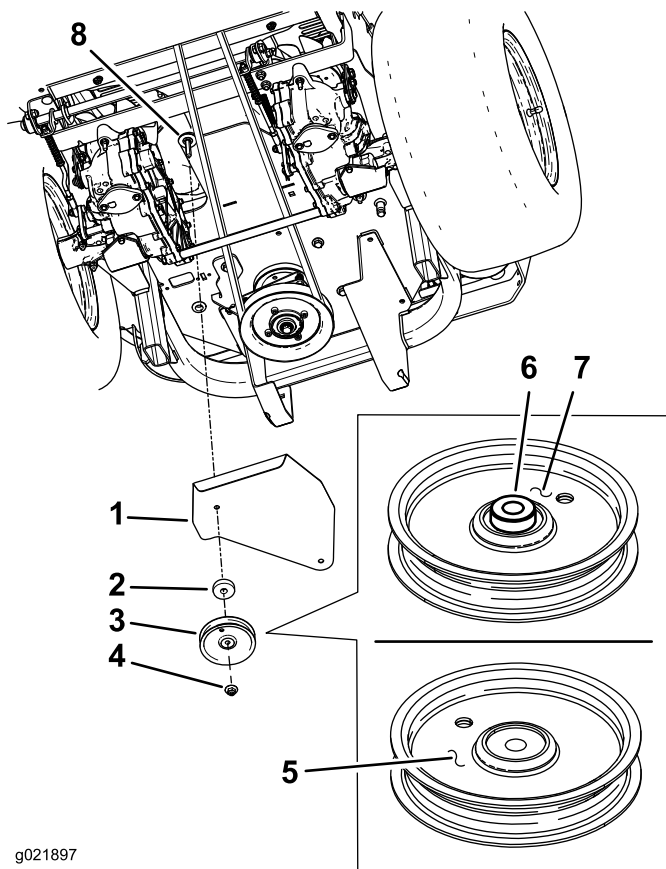

Figura 11
7. Retire la polea tensora fija y la arandela de la máquina (Figura 11). Deseche la arandela.
2. Posicione la chapa en la máquina, contra la cara inferior de la carcasa del motor (Figura 11).
3. Instale la arandela plana gruesa nueva, la polea tensora fija (con la orientación correcta) y la contratuerca nueva (Figura 11).
Nota: Asegúrese de que el casquillo se instala junto a la chapa (Figura 11).
5. Apriete la tuerca con arandela prensada nueva y el perno de cuello cuadrado de la polea tensora fija a 37 - 45 Nm (Figura 11).